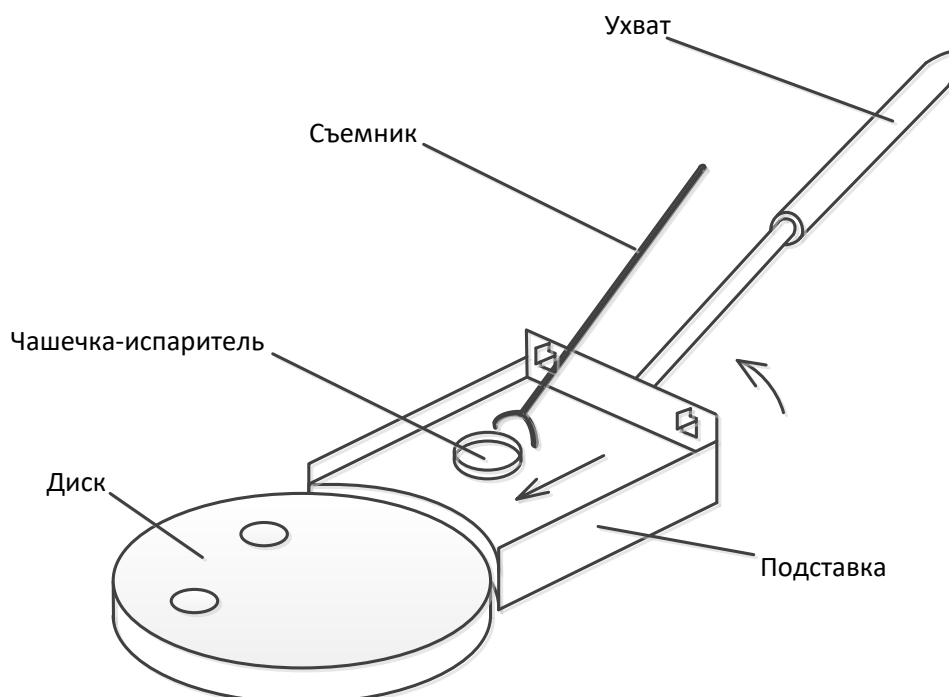

Рисунок 7 - Загрузка чашечек-испарителей
4.5.1 Подготовленную пробу в чашечках-испарителях (патроне) разместить на подставке из комплекта принадлежностей (рисунок 7).